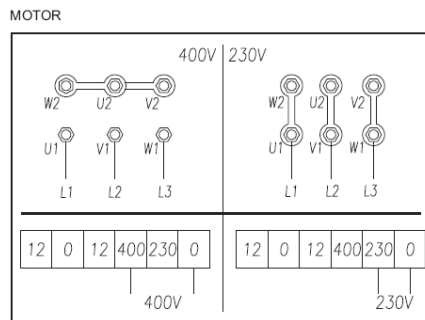
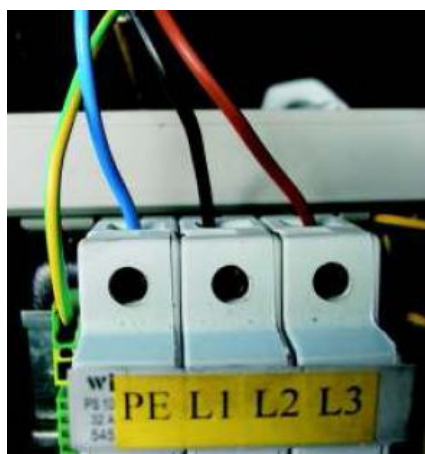

Fig. 11
Fig. 12
2. Sluit de voedingskabel in de bedieningskast aan volgens Fig.11 en Fig.12